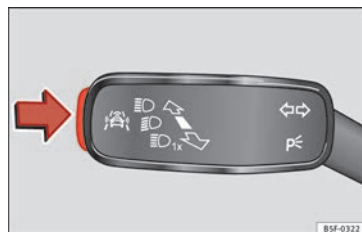

Fig. 45 Sulla leva degli indicatori di direzione e degli abbaglianti: tasti per i sistemi di assistenza alla guida.
- Premere brevemente il tasto » **fig. 45** nella direzione indicata dalla freccia per aprire il menu **Assistenti**.